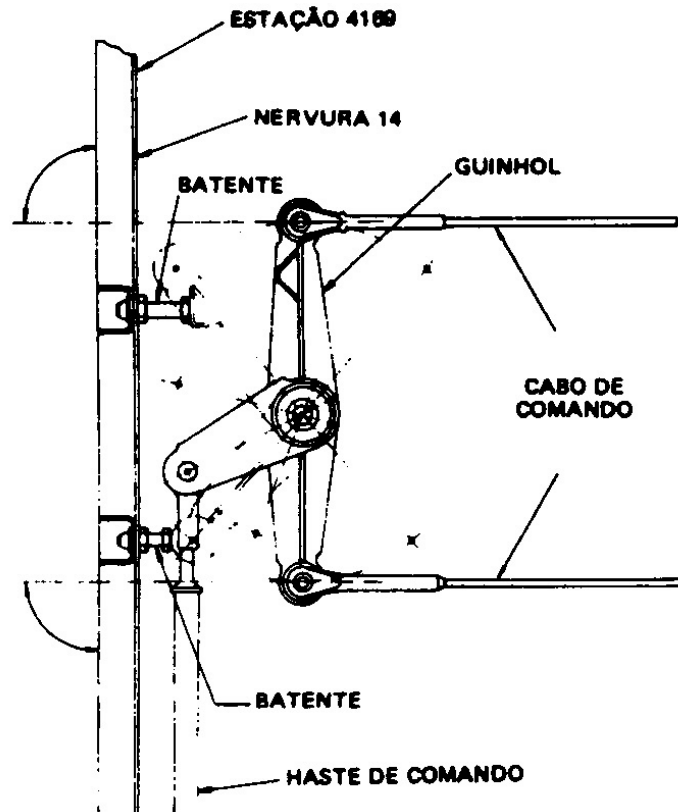

Figura 27-4. Posição Neutra do Guinhol do Aileron
- d. Ajuste os esticadores de modo a colocar os guinhóis de cada asa na posição neutra (a posição neutra do guinhol será obtida quando os cabos de comando estiverem perpendiculares ao guinhol; veja a figura 27-4). Após atingir a posição neutra dos guinhóis, aperte os esticadores dos cabos, aplicando-lhes a tensão de 30 ± 2 lb.